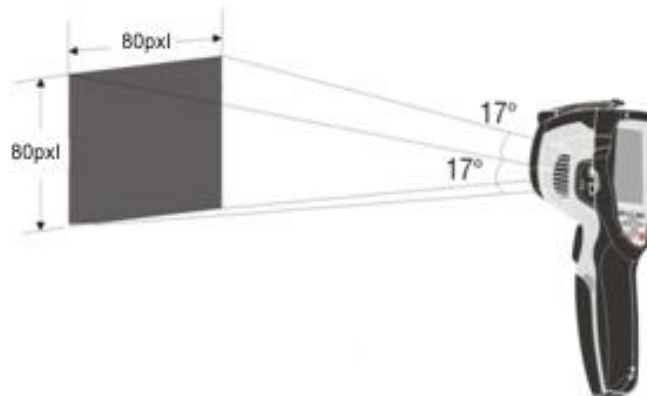

Abb. 35: Darstellung des Sichtfeldes (FOV) des Geräte (THT45, THT45W)
4. Für genaue Temperaturmessungen, stellen Sie sicher, dass die Oberfläche des gemessenen Gegenstands immer größer ist, als die messbare Oberfläche, die durch das Sichtfeld (FOV) des Gerätes gegeben ist. Das Gerät THT45, THT45W hat ein Sichtfeld von 17° x 17° und eine Auflösung von 80x80 (6400) pxl (siehe Abb. 35) oder 160x120 (19200)pxl (THT46)